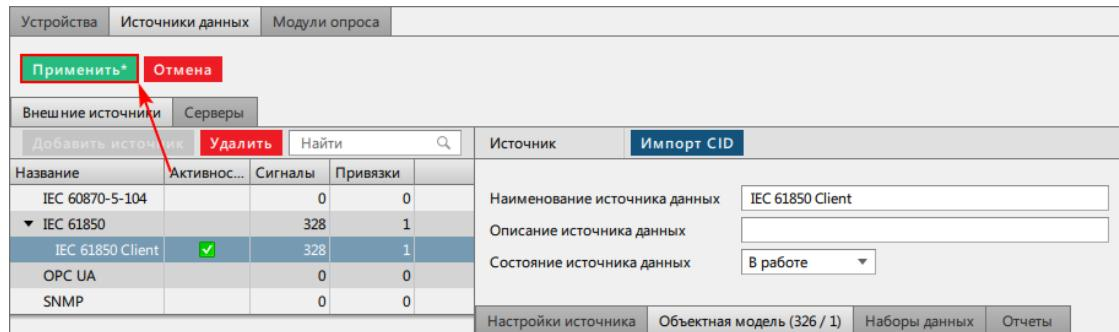

Рисунок 205 - Сохранение результата
12. Нажмите **Применить\*** (Рисунок 205).